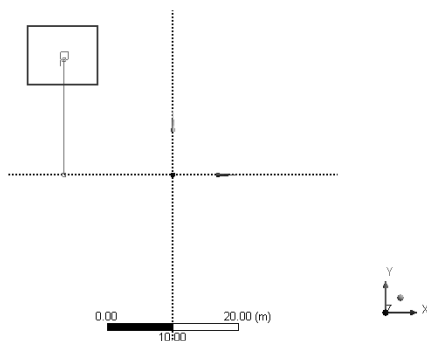

图 5-41 点重合提示符
Step6：移动鼠标到刚绘制完的线段上端，此时会出现如图 5-41 所示的 P 提示符，说明下一个线段的起始点与该点重合，当 P 提示符出现后，单击确定第一点位置。